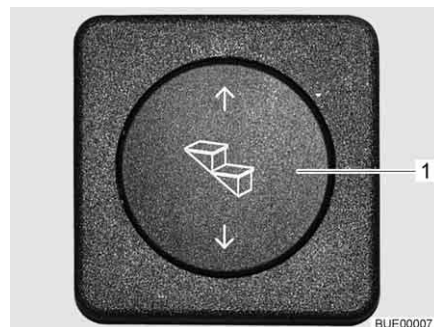

Fig. 12 Bouton poussoir marche pied
- Appuyer sur le bas du bouton-poussoir basculant (Fig. 12, 1) et le maintenir pressé (pendant au moins 3 secondes) jusqu'à ce que le marche pied soit entièrement sorti.
- Appuyer sur le bouton-poussoir basculant (Fig. 12,1) vers le haut jusqu'à ce que le marche pied soit entièrement ressorti.